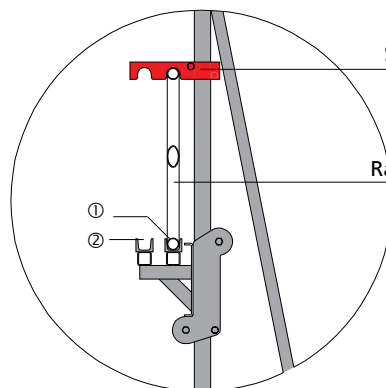

Abb. 28.3
Gegen das Abheben der Versetzeinheit hat der Hubwagen eine Sicherung (Abb. 28.3 und 28.4). Sie wird über den Holm des Rahmens MEP gelegt. Die Höhe des Hubwagens wird per Winde und Zahnstange eingestellt.
- Beim Verfahren muss der Rahmen MEP gesichert sein (Abb. 28.3).